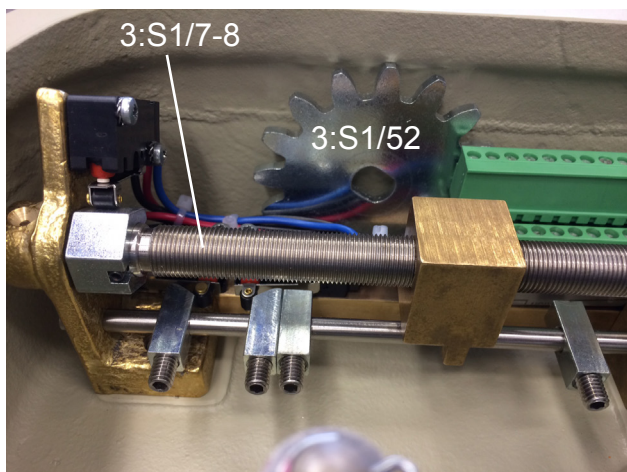

Bild 6
Manöverdonet levereras vanligtvis med kugghjulet (3:S1/52) omonterat, se bild 6. Om donet levereras komplett monterat på ventil så är bryggan och brytare förinställda.
3. Lossa de två anslagen nr 1 & 2, som sitter intill löparen (3:S1/9-10), så att denna kan röra sig fritt inom hela området. Bild 6 visar hur anslagen justeras. Skador kan kan inträffa om löparen går emot anslagen och förflyttar dem mer än 3,2 mm.